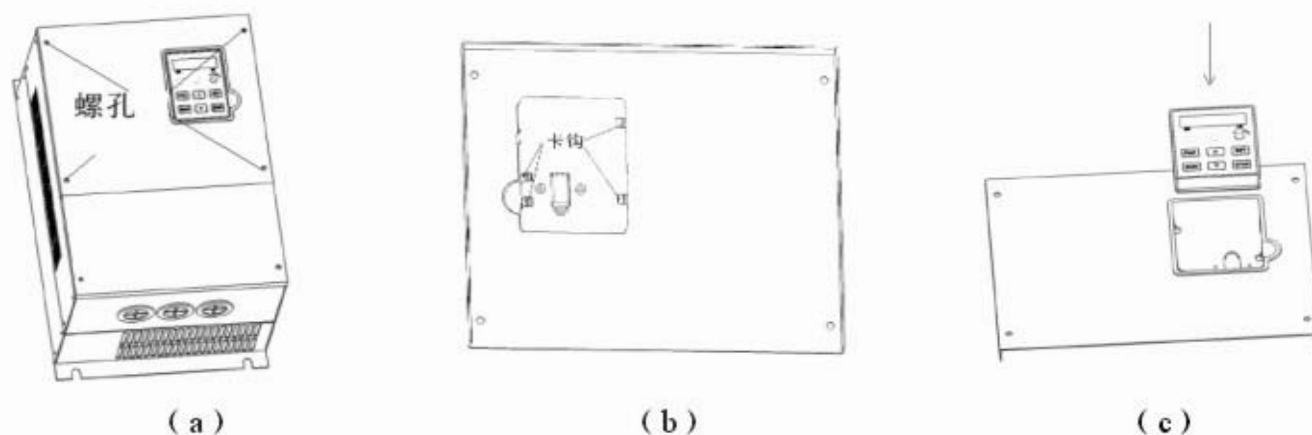

图2-7 11KW及以上机型键盘拆装示意图
(1) 键盘的拆卸
- ◆ 用标准1号十字头螺丝批将图2-7 (a) 中所示的4个M4螺栓拧下;
- ◆ 按图2-7 (b) 中所示翻转控制面板, 推出键盘的卡爪, 即可取出键盘。
(2) 键盘的安装
- ◆ 如图2-7 (c) 中所示, 先将键盘卡入键盘钣金转接板 (注意方向), 并确认卡爪正确嵌入槽孔内;